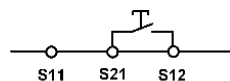
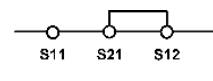

Fig. 6:
Fig. 7:
- Den Startkreis entsprechend der Anwendung gemäß Fig. 6 bzw. Fig. 7 verdrahten
Verdrahten Sie den Startkreis entsprechend Fig. 6 oder Fig. 7 um das Startverhalten einzustellen.